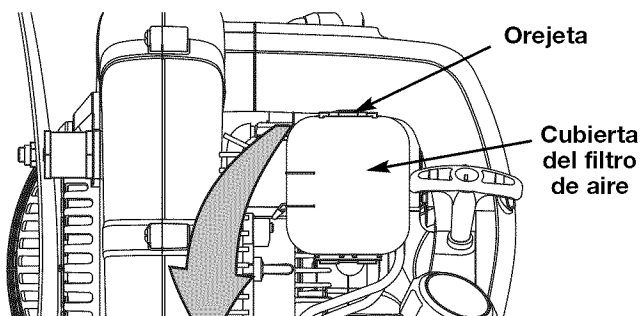

Fig. 18
1. Abra la tapa del filtro de aire. Empuje la lengüeta de traba situada en la parte superior de la tapa hacia adentro, y luego tire de la tapa del filtro de aire hacia afuera y hacia abajo (Fig. 18).